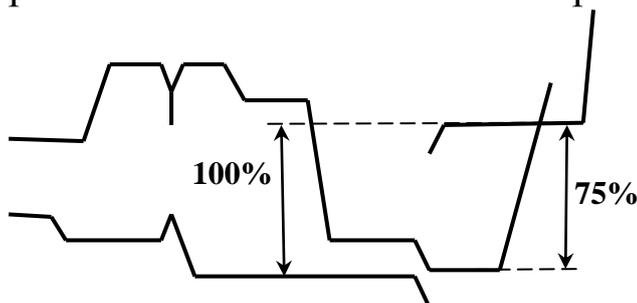

Рис. 36. Осциллограмма сигнала при настройке насыщенности сигнала PAL
3. Нажать кнопку «NORMAL» на ПДУ и регулировкой подстроечного резистора VR952 установить уровень красного цвета на уровне 75% от уровня белого в соответствии с рис. 36.